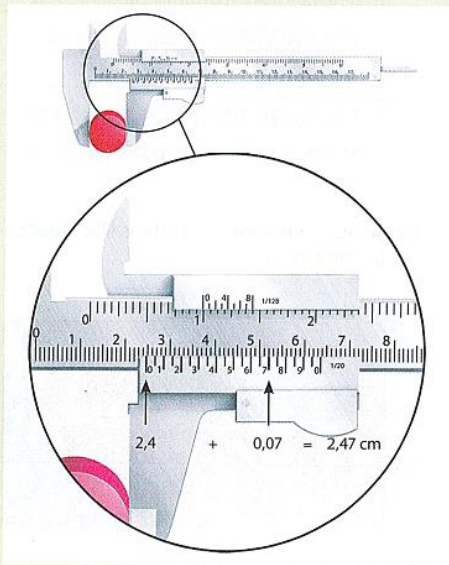

FIGURE 10 > La lecture d'une mesure sur un pied à coulisse
4. Sur la règle, lire la graduation alignée avec le « 0 » du vernier. Cette valeur correspond à la mesure en centimètres et en millimètres. Ensuite, déterminer la ligne du vernier qui est la mieux alignée avec l'un ou l'autre des traits de la règle. Cette mesure correspond à la deuxième décimale de la mesure en centimètres (voir la figure 10).